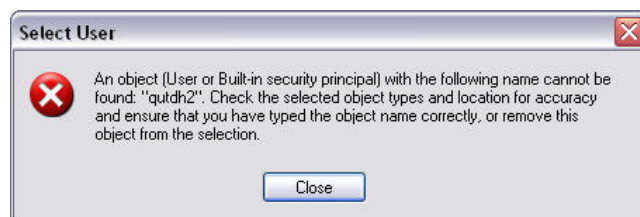

FIG. 42
- j. Si el ordenador no puede encontrar su nombre de usuario, aparecerá el mensaje de error que se representa en la FIG. 42. Compruebe los tipos y la ubicación de los objetos seleccionados para verificar si son correctos e intente introduciendo su nombre de usuario nuevamente. Si sigue recibiendo el mensaje de error, comuníquese con el encargado especialista en tecnologías de la información para que le brinde asistencia.